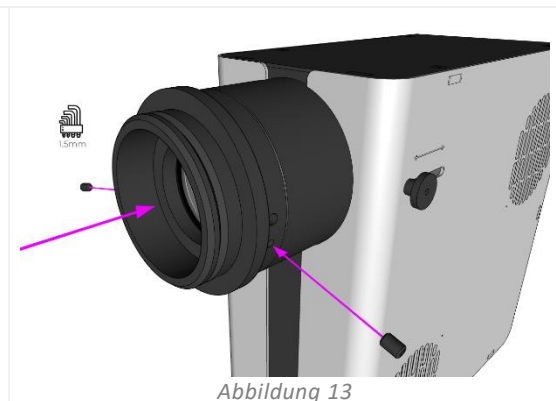

Abbildung 13
3. Sichern Sie den pE-Adapter durch vorsichtiges Anziehen der Madenschrauben, die sich am Ausgang der Direct Fit-Lichtquellen befinden, an seinem Platz. Zum Eindrehen der Madenschrauben wird ein 1,5-mm-Inbusschlüssel benötigt (Abbildung 13).